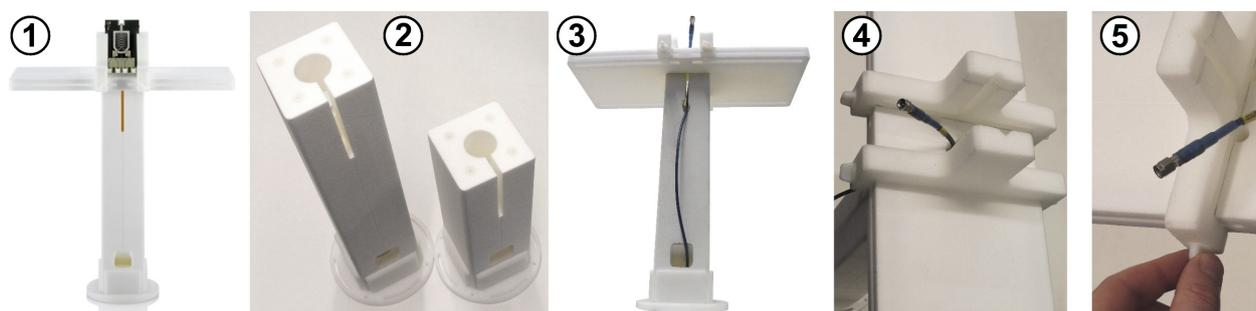

図 7-7: RohaceII DUT ホルダーのテーブルトップと調整クランプフィクスチャ
1. 調整フィクスチャ（図 7-7 のラベル 4）の 4 本のポリマーねじを緩めます。